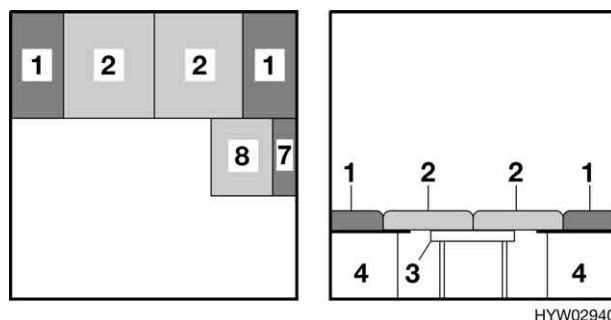

Fig. 53 Dopo la trasformazione
- Collocare i cuscini dello schienale (Fig. 53,1) sulla parete esterna. Rispettare la forma cuneiforme.
- Premere entrambi i cuscini del divano (Fig. 53,2) fra i cuscini dello schienale.